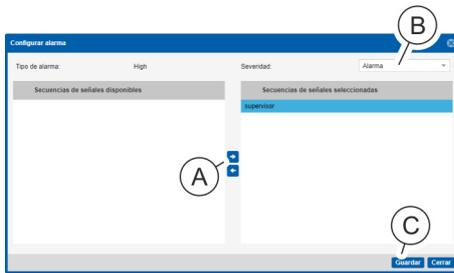

Fig. 134: Ventana "Configurar alarma"
8. En la ventana "Configurar alarma", seleccione una secuencia de señales y desplácela hasta el campo "Secuencias de señales seleccionadas" con el botón "→" (Fig. 134/A).
9. En el cuadro de selección "Severidad" (Fig. 134/B), seleccione para la entrada un estado de alarma "OK", "Advertencia" o "Alarma".
10. Confirme la selección con el botón "Guardar" (Fig. 134/C).